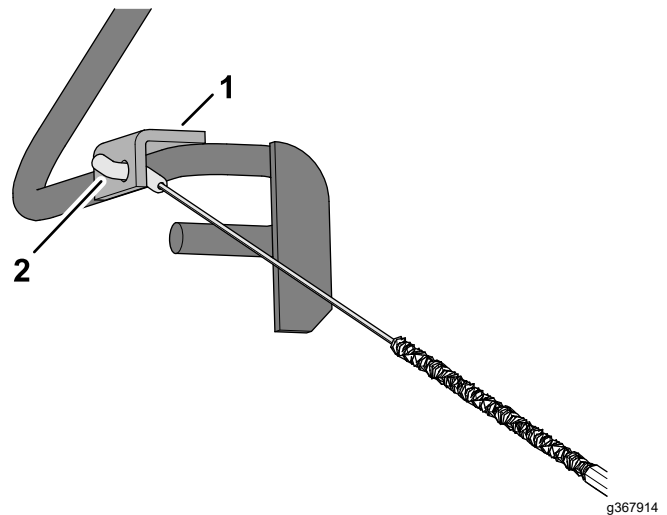

**Figure 10**
2. Insérez la fixation du câble dans le trou du support de la barre de présence de l'utilisateur, comme montré à la Figure 10.